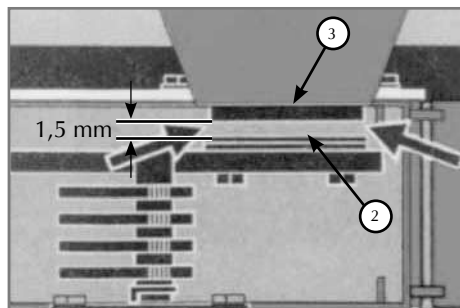
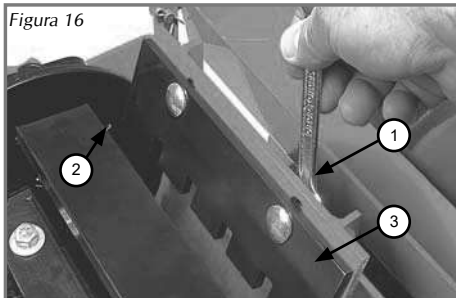

Figura 15
Figura 16
Reapertos periódicos, bem como a regulagem na contrafaca, são indispensáveis. A regulagem é feita soltando a porca sextavada (1) conforme as Figuras 14, 15 e 16 deslocando-se a contrafaca (3) até que as facas (2) passem a uma distância de aproximadamente 1,5 mm da contrafaca (3), conforme Figura 15 e 16. A contrafaca (3) deve ser substituída quando apresentar sinais de desgaste. Após ajustar a distância de faca e contra faca e realizar o aperto dos parafusos, no conjunto de corte do triturador (Figura 15) ou no conjunto de corte do picador (Figura 16) gire manualmente os discos de corte de ambos conjunto de corte para verificar se todas as facas estão com a mesma distancia da contra faca. Se encontrar interferência na distância de faca e contra faca faça o ajuste e então inicie o trabalho.